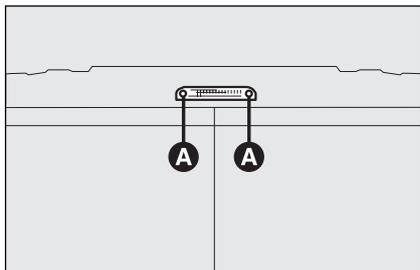

Abb. 31
- Die beiden Befestigungsschrauben **A-Abb. 31** abschrauben;